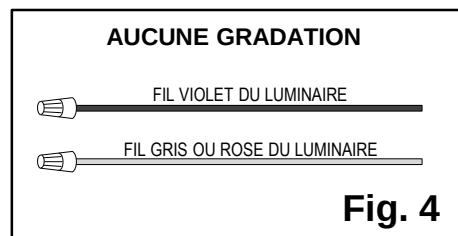

Fig. 4
10. Si vous n'utilisez pas de gradateur, fermez les **fils violet** et **gris/rose** du luminaire individuellement avec un **capuchon de connexion** (**Fig. 4**).